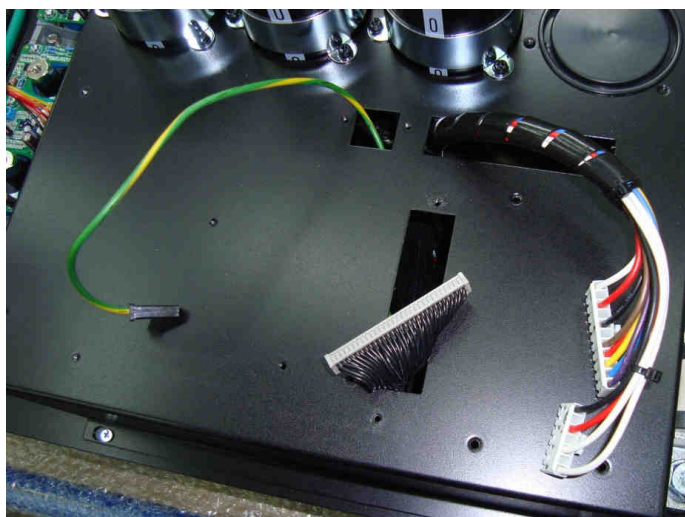

Рис. 7.19.
- вытащить через прорези в корпусе блока конденсаторов жгуты платы ЦП, жгуты платы предохранителей и провод заземления (рис. 7.19).